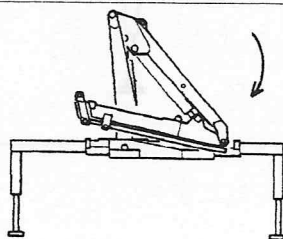

fig.3
- 5) Far rientrare il martinetto di sollevamento fino a che i fermi di ricovero (A) e (B) non siano nelle apposite sedi (vedi par. 1.9.5) (Fig. 3)
- 5) Withdraw the lifting cylinder until the recovery retainers (A) and (B) are in their seats (see par. 1.9.5) (Fig. 3)